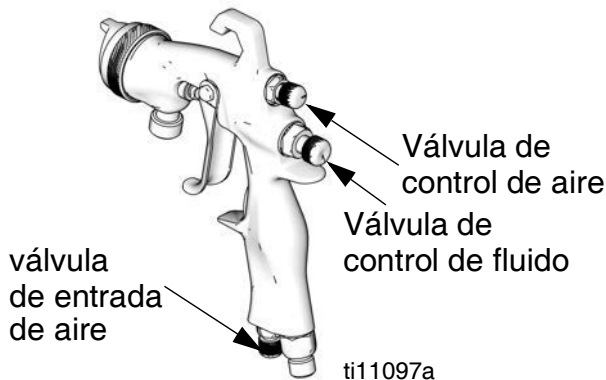

FIG. 3
2. Para lograr un patrón de abanico completo, abra la válvula de control de aire girando la perilla completamente en sentido contrahorario. Vea la FIG. 3.
3. Para crear un patrón redondo, desconecte el aire al patrón girando la válvula de control de aire completamente en sentido horario. Vea la FIG. 3.